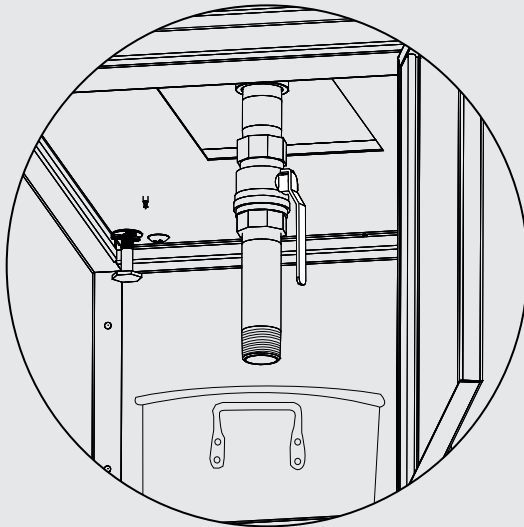

Figure 14
3. Ouvrir le robinet à bille et laisser évacuer l'huile ou la graisse usée. **(Figure 14)**